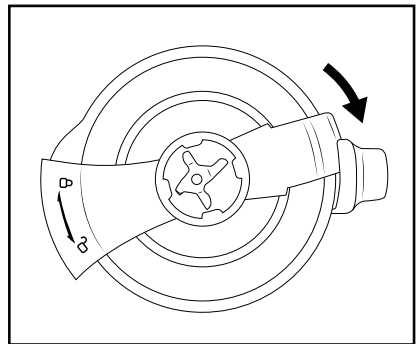

Bild 3
- Vrid åt låset till locket **14** 90° medsols (mot **6**). Låset till locket **14** förskjuts så att det hamnar över pipen på den ena sidan och över mixerns **16** handtag på den andra. (bild 3).